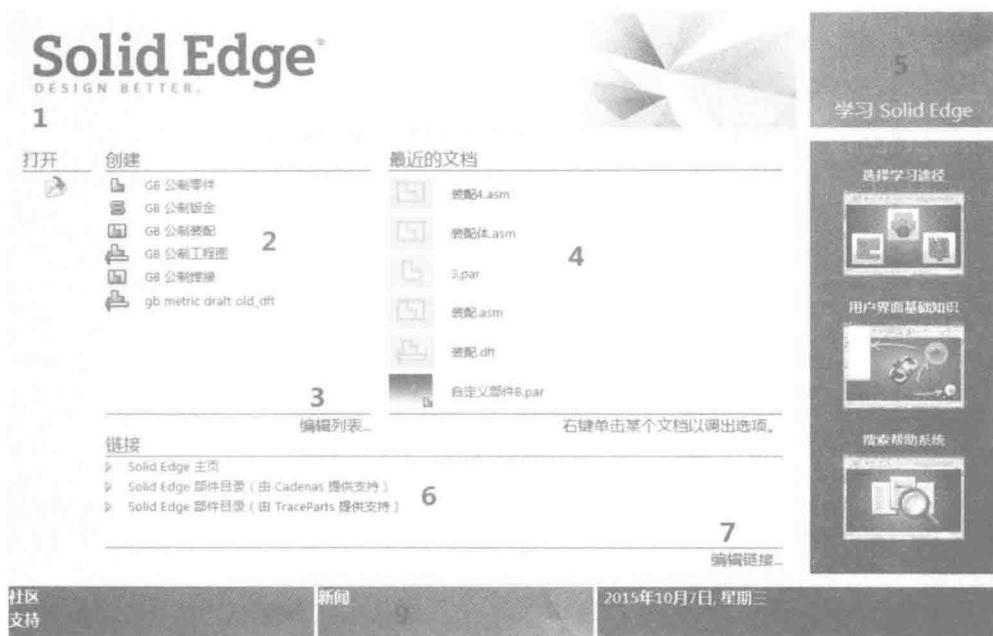

图 2-1-1
启动 Solid Edge 后的界面如图 2-1-1 所示，总共 9 大项目，包括：① 开启现有文件；② 文件模板；③ 编辑列表；④ 最近使用的文件；⑤ 教学指导与学习工具；⑥ 西门子 Solid Edge 介绍与零件分享；⑦ 链接的新增移除；⑧ 西门子网站与技术专区；⑨ 新闻。